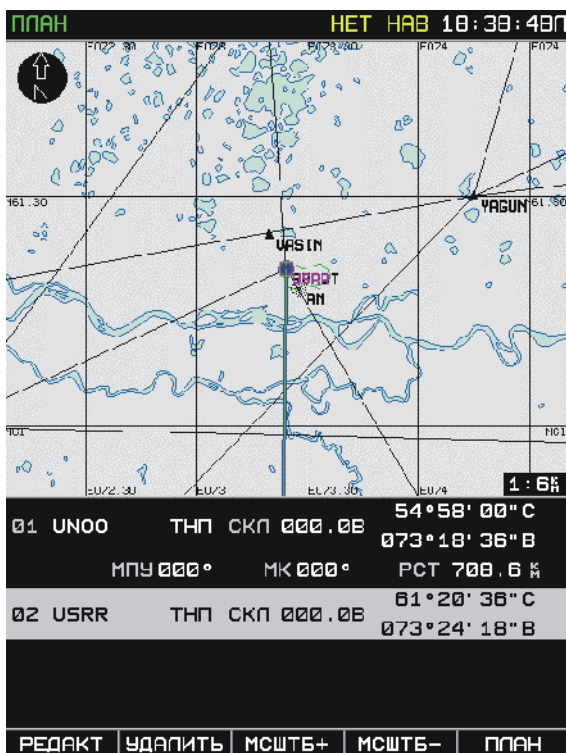
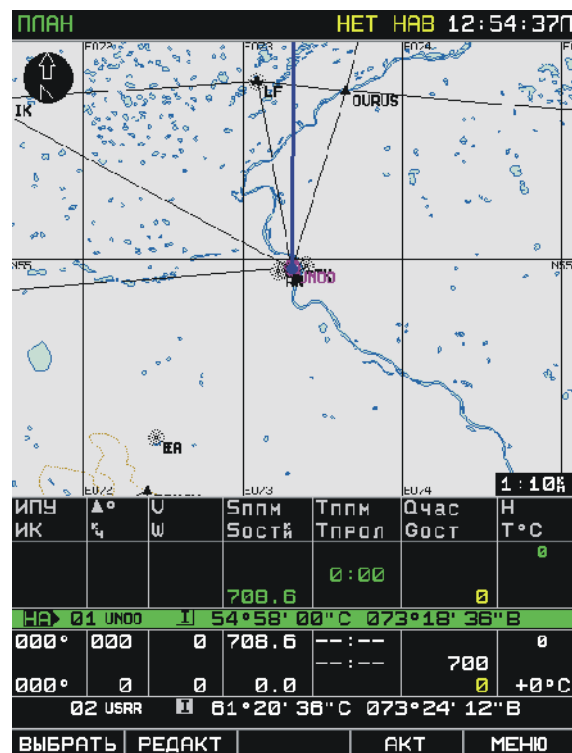

Рис. 53. Вид дисплея после ввода ИПМ и КПМ
Рис. 54. Вид дисплея при готовности к автоматической прокладке маршрута
4. После уточнения параметров ИПМ и КПМ нажать кнопку «ПЛАН» (Рис. 53), на дисплей выводится страница «ПЛАН», на поле полетной информации появляется таблица плана полета (Рис. 54). Информационная строка, подсвеченная зеленым цветом, отображает характеристики ИПМ.